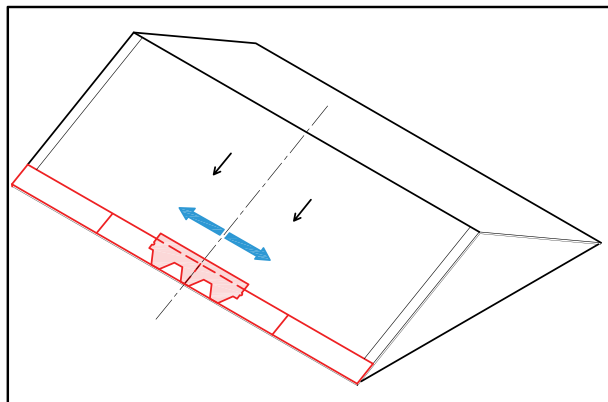

Рис. 6
1.6.1. Во избежание возможных различий цветовых оттенков используют черепицу вперемешку из 4-6 упаковок. Укладку рядовой черепицы начинают от центра карнизного свеса в направлении торцов (Рис. 6).